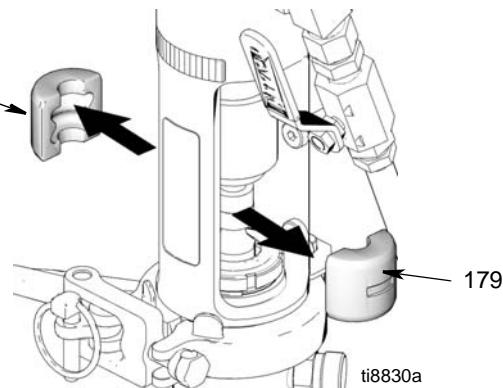

FIG. 15
5. (Fig. 15) Glid koblingsdækslet (193) opad, således at dette helt afdækker stangkoblingsanordningerne (179).